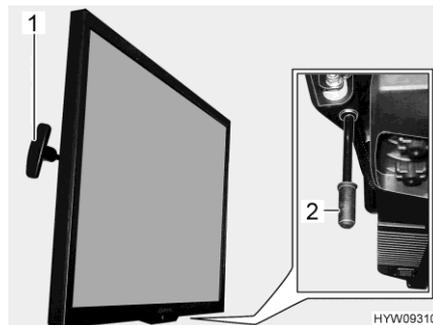

Bild 72 Flachbildschirm
- Griff (Bild 72,1) ziehen und halten. Der Flachbildschirm ist entriegelt.
- Griff (Bild 72,2) nach unten ziehen und halten. Der Flachbildschirm ist entriegelt.